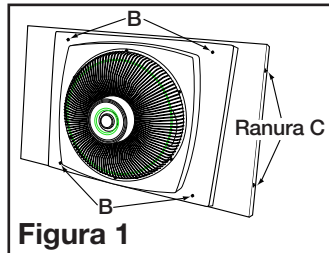

Figura 1
1. Afloje los tornillos "B" y extienda los paneles laterales de manera que libren el borde exterior del contramarco a ambos lados de la ventana (**Figura 1**).